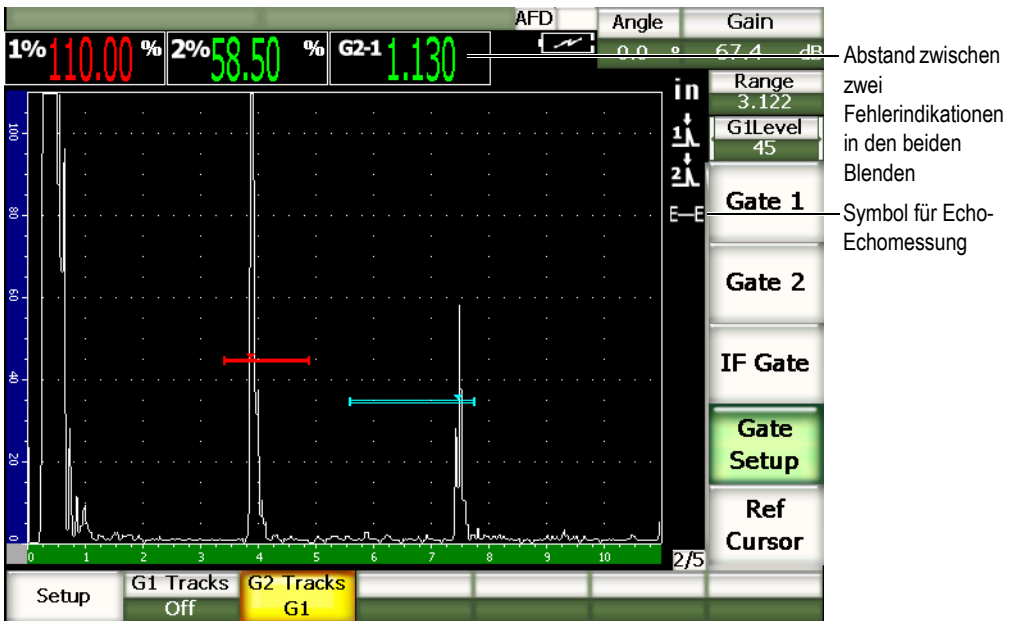

Abbildung 6-6 Beispiel für Echo-Echomessung
2. Wie in Beispiel Abbildung 6-6 auf Seite 118 gezeigt, Blende 1 auf das erste zu erkennende Echo stellen, dann Blende 2 auf das zweite.